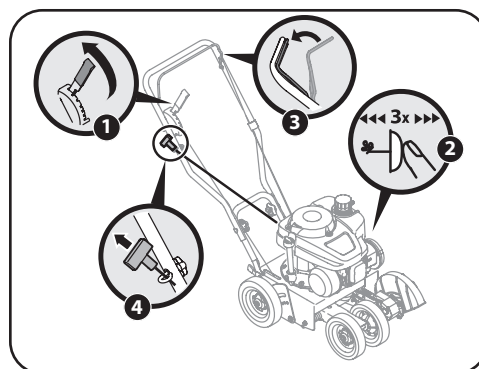

Figura 3-2
2. Empuje el cebador tres veces. Vea la Figura 3-2. No cebe el motor caliente para reiniciarlo luego de una detención breve.
4. Con la mano derecha, tome la manija del arrancador de retroceso y tire de la cuerda para sacarla con un movimiento rápido y continuo. Vea la Figura 3-2. Mantenga firme la manija del arrancador, deje que la cuerda regrese lentamente al arrancador. Repita hasta que el motor esté en marcha. Deje que la cuerda se enrolle lentamente de regreso.